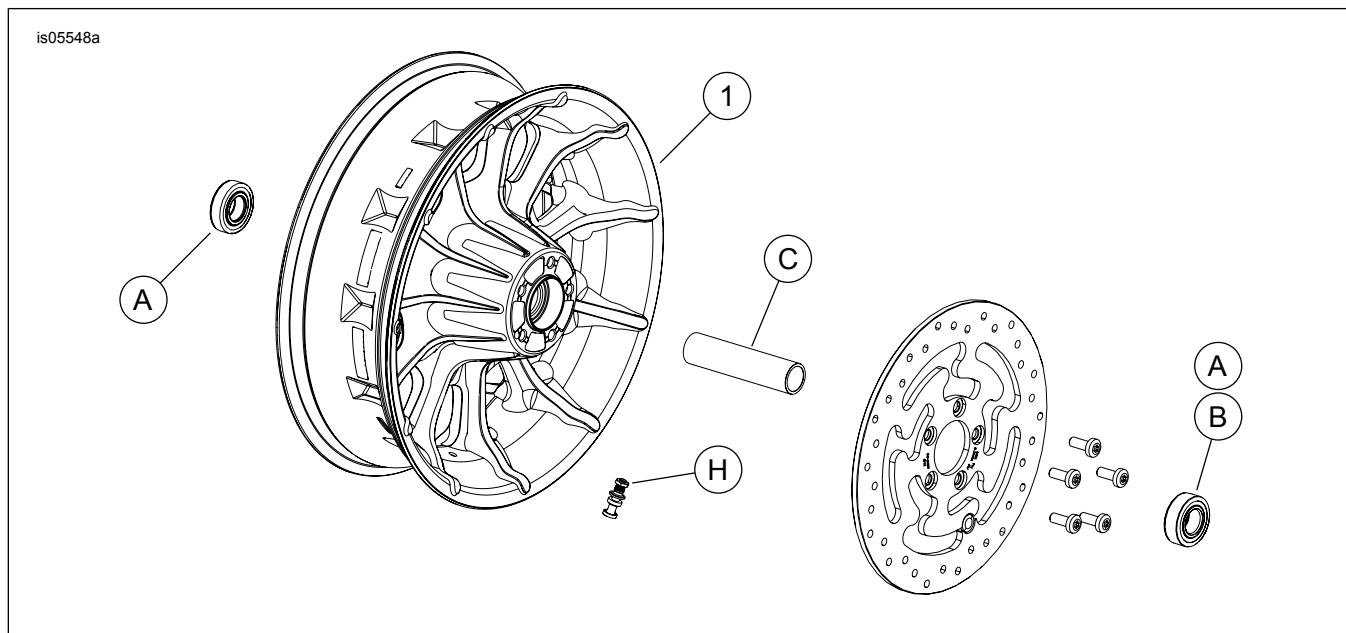

Abbildung 1. Ersatzteile: „Roulette“-Hinterräder
Siehe Abbildung 1 und Ersatzteiletabellen.
2. Siehe Abbildung 1. Die Ventilschaft-Baugruppe (H) am Rad anbringen. Siehe das Werkstatthandbuch.